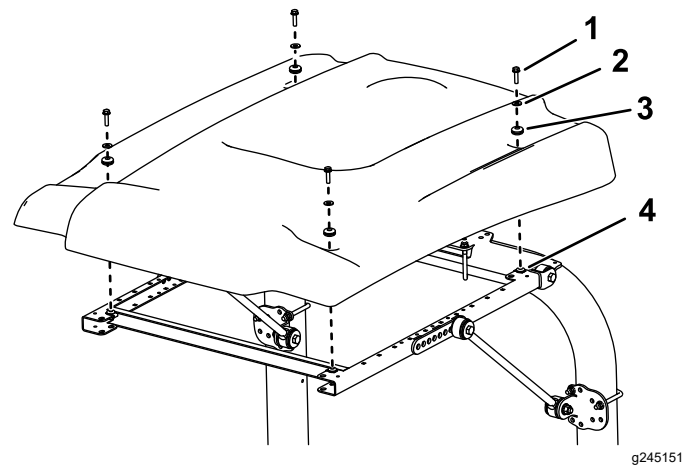

Figura 42
9. Alinee los taladros de montaje y posicione el toldo sobre el bastidor, según se muestra en Figura 42.
10. Sujete provisionalmente cada esquina del toldo al bastidor con un perno con arandela prensada ($\frac{5}{16}$ " x $1\frac{1}{4}$ "), una arandela pequeña y un anillo de goma (Figura 42).